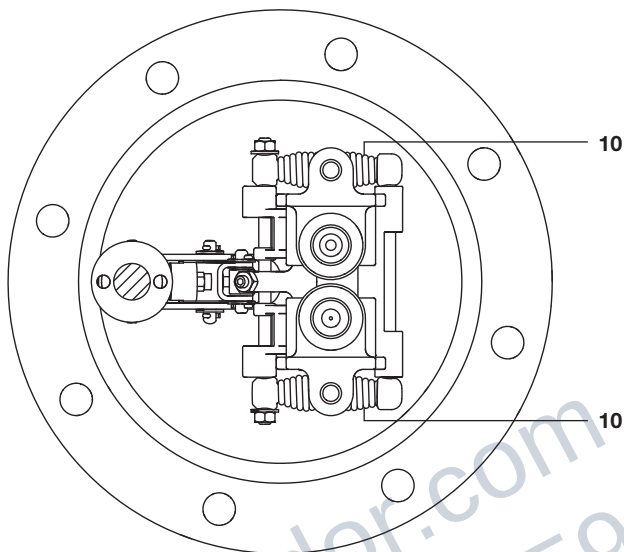

图 9
3. 检查弹簧（图9中10项）。若有损坏,取下开口销和垫片,取出弹簧件产代之以新的弹簧组件（见部分5e-弹簧组件），安装新的开口销和垫片,并在销杆螺纹上使用一点乐泰620粘合剂。